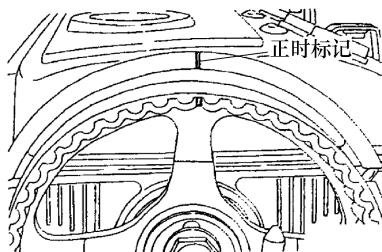

图 4-57 对齐凸轮轴带轮正时标记
2) 使凸轮轴带轮上的正时标记与气缸盖上的标记对齐，如图 4-57 所示。